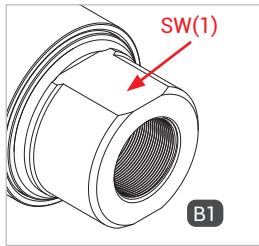

Figure 1
- ▶ Lors du montage de la conduite de fluide, exercer une contrepression sur le méplat SW (1) (Figure 1) à l'aide d'une clé plate.
- ▶ Visser hermétiquement l'entrée fluide «B1» à l'embout de raccordement de la conduite de fluide (Figure 1). Voir le tableau ci-dessous pour les couples de serrage.